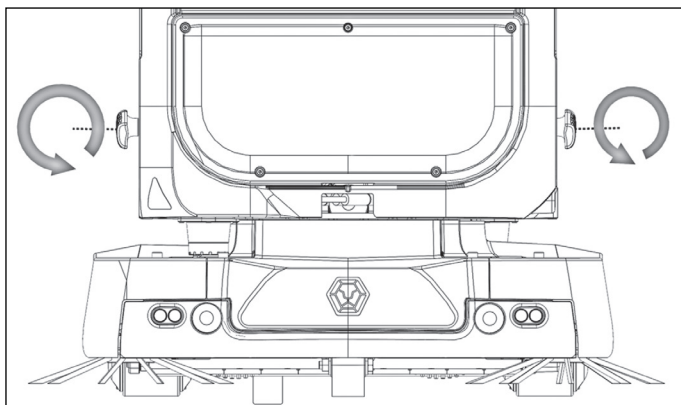

Abbildung 68
1. Entfernen Sie die untere Frontabdeckung, indem Sie die 2 Frontabdeckungsknöpfe **(14) (Abb. 2)** so weit abschrauben, bis sie sich wie abgebildet **(Abb. 68)** entfernen lässt.